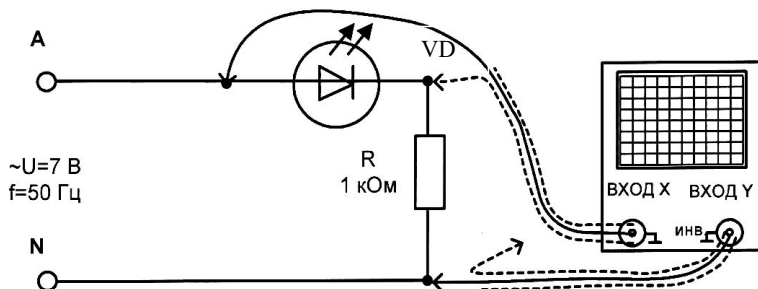

Рис. 1.5. Электрическая схема для исследования характеристик светодиода
Соберите цепь согласно схеме (рис. 1.5). Включите осциллограф в режиме $X-Y$, на горизонтальный вход (X) подайте напряжение со светодиода, а на вертикальный (Y) – напряжение с сопротивления, пропорциональное току. Включите инвертирование канала Y , чтобы положительному току соответствовало отклонение луча осциллографа вверх.